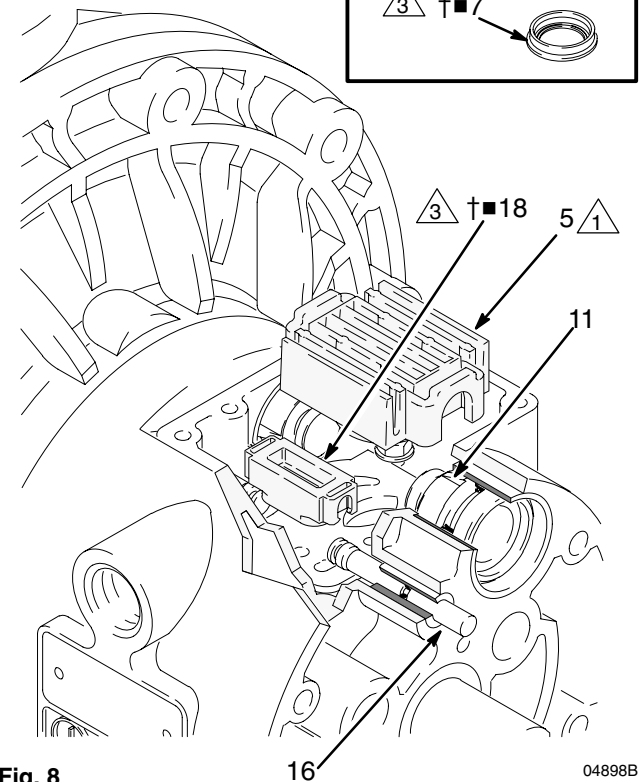

Fig. 8
3. Déplacez le chariot de la vanne (5) vers la position centrale et sortez-la de la cavité. Retirez le bloc de vanne (7) et le joint torique (6†■) du chariot. Tirez tout droit le bloc de commande (18) et sortez-le de la cavité à l'aide d'une pince à bec effilé. Consultez la Fig. 8.
7. Graissez la face inférieure du bloc de commande (18†■) et installez de sorte que les languettes rentrent dans les rainures des extrémités des axes de commande (16). Consultez la Fig. 8.
8. Graissez le joint torique (6†■) et installez-le dans le bloc de la vanne (7†■). Poussez le bloc sur le chariot de vanne (5). Graissez la face inférieure du bloc de vanne. Consultez la Fig. 8.
9. Installez le chariot de vanne (5) de sorte que ces languettes rentrent dans les rainures de l'extrémité fine des pistons d'actionneur (11). Consultez la Fig. 8.